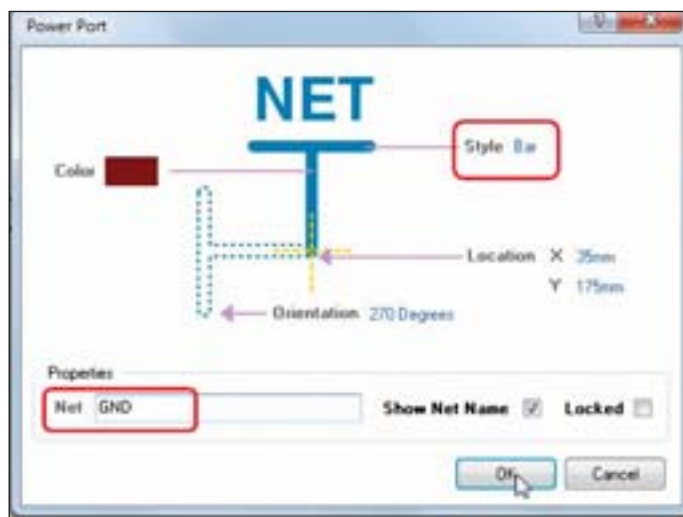

Рис. 43. Настройка портов питания
3. В открывшемся окне свойств порта *Power Port* выберите из выпадающего списка в поле *Style* стиль отображения порта *Bar*, а в строке *Net* укажите имя цепи *GND* (рис. 43).